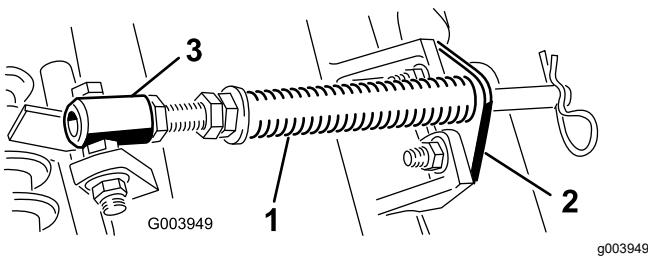

Figura 4
1. Retire los 2 pernos de cuello cuadrado y las tuercas que sujetan el soporte de la varilla a las pestañas de la unidad de corte (Figura 4).
2. Retire la tuerca con arandela prensada que fija el perno del tubo del muelle a la pestaña del bastidor de tiro (**Figura 4**), y retire el conjunto.
Nota: Coloque la cabeza del perno en el exterior de la pestaña, como se muestra en la **Figura 4**.